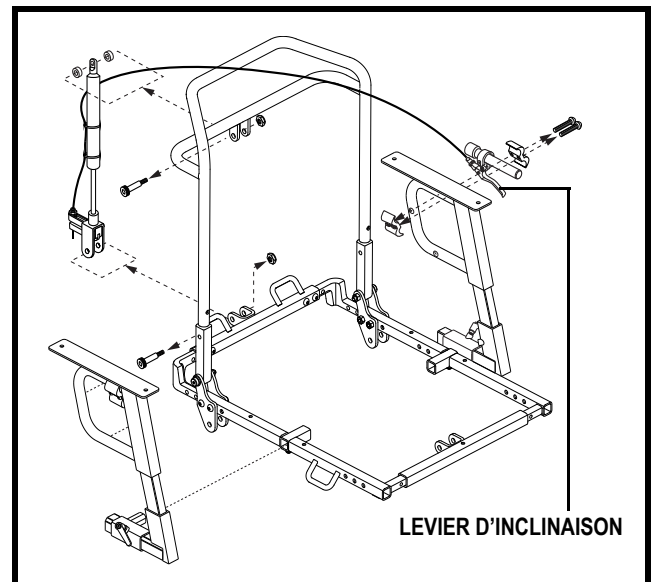

Figure 15. Ajustement manuel de l'inclinaison du dossier
1. Asseyez-vous avec le dos fermement sur le dossier et appuyez sur le levier d'inclinaison qui est installé sur l'accoudoir. **Voir la figure 15.**
7. Démontez le levier d'inclinaison et installez-le dans la fixation sur l'autre accoudoir. **Voir la figure 15.**